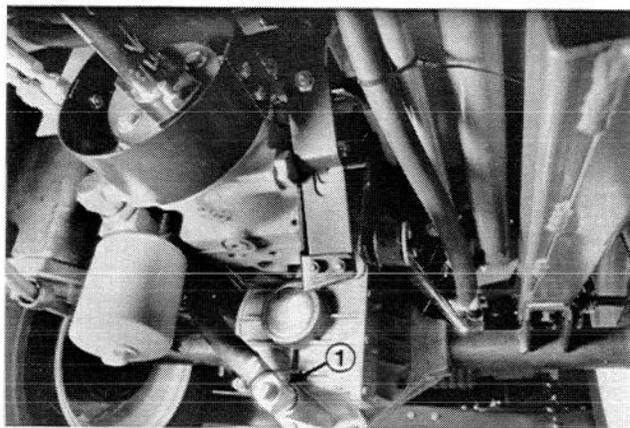

Fig. 42
2. Pulire l'area circostante i tre tappi di scarico (uno per lato ed uno al centro) (Fig. 42).